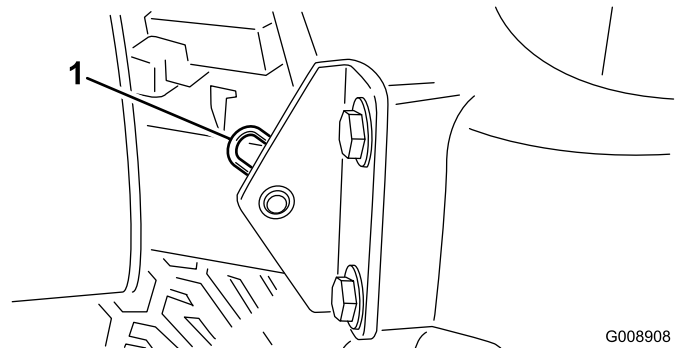

Bild 34
- Entfernen Sie den Splint, mit dem das Gelenk der Motorhaube an den Befestigungshalterungen befestigt ist (Bild 34).